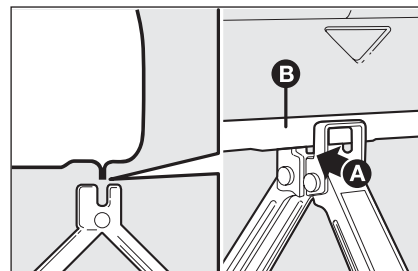

fig. 9
□ actionner le cric de façon à le détendre jusqu'à ce que la rainure **A-fig. 9** du cric s'introduise correctement sur le profile inférieur **B** obtenu sur le longeron;